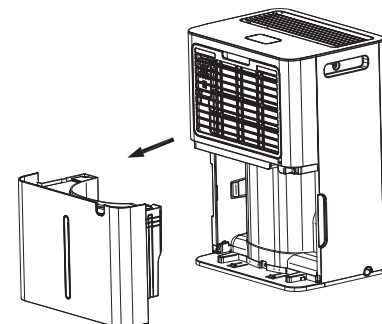

Рис. 3.
- A. **Слив вручную** (Рис. 3). Опорожните резервуар для воды вручную.